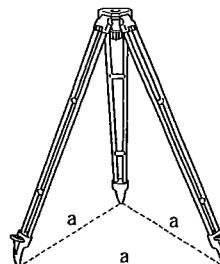

図1
1. まず三脚バンドをはずします。取り付けた器械の接眼鏡が丁度眼の所に来るよう脚先を正三角形に拡げます。(図1)